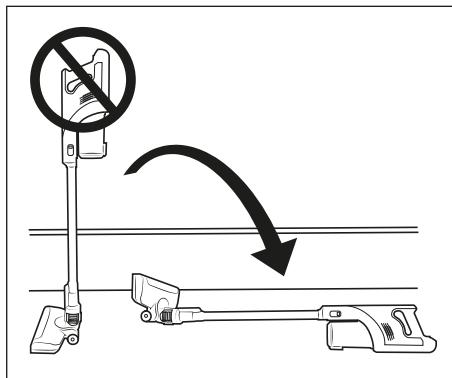

Fig. 9
- Stil ikke støvsugeren oprejst, hvis du ind imellem slukker den eller vil stille den fra dig. Sæt støvsugeren i vægholderen **18**, eller læg den på gulvet (se fig. 9 og 10). Ellers kan støvsugeren vælte og blive beskadiget og i uheldige tilfælde ødelægge andre genstande.